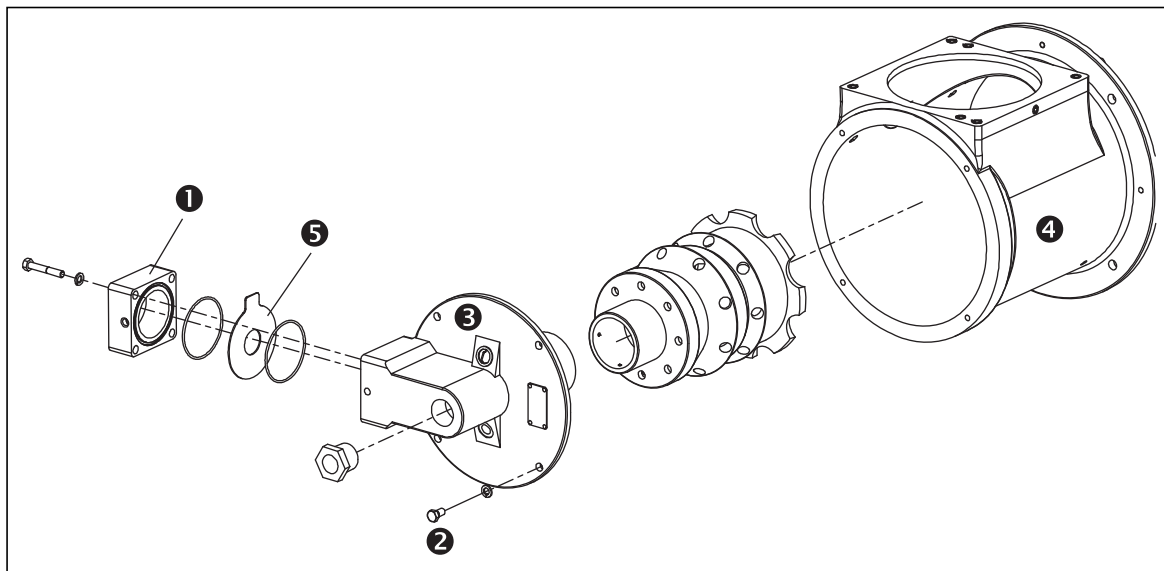

图 5.1
6. 拆除并清洗孔板 ⑤，参见图 5.1。
检查喷嘴和燃烧管时无需把燃烧器从燃烧室壁上拆除，也无需进入燃烧室。参见图 5.1。执行以下操作：